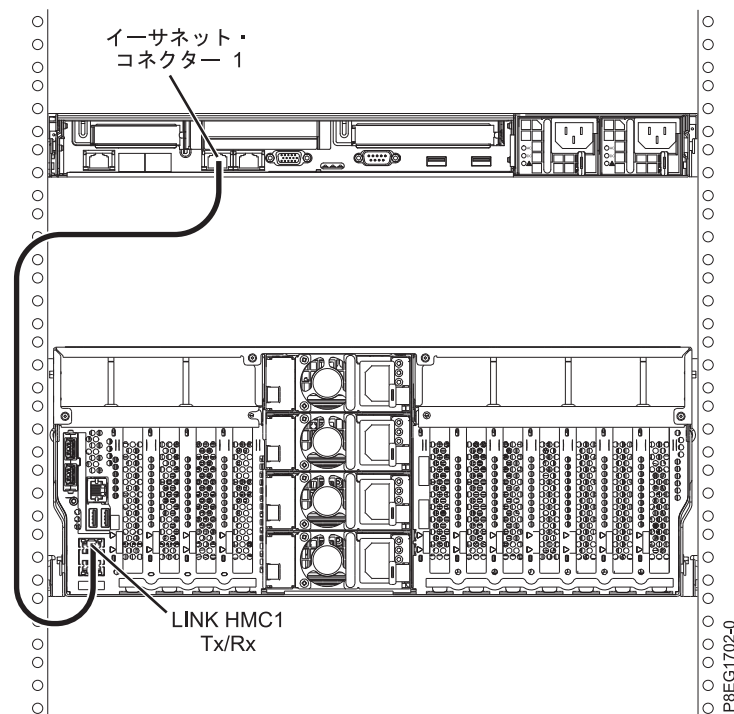

図 12. 管理対象システムへの HMC の取り付け
1. HMC を管理対象システムに直接接続する場合は、HMC の イーサネット・コネクタ 1 を管理対象システムの **HMC1** ポートに接続します。『図 12』を参照してください。